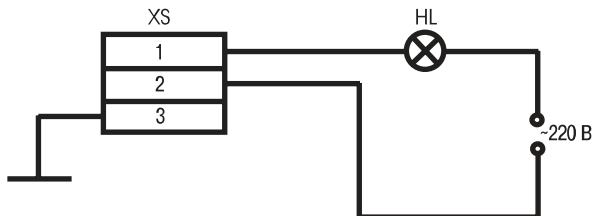

Рис.4
10.5. В случае потери возбуждения генератора, приложить к контактам розетки генератора напряжение 220 В в течение 1 сек. согласно схеме, рис. 4.